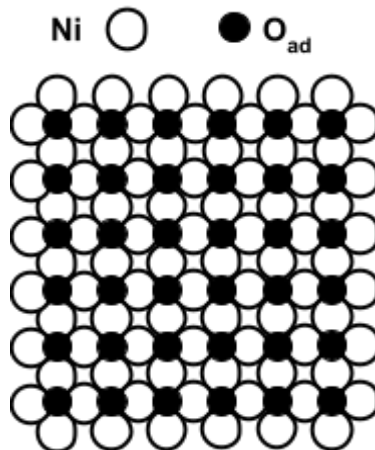

Figure 3.
Dans un stade ultérieur de l'adsorption, une nouvelle structure bidimensionnelle se forme. La figure 3 reproduit les résultats obtenus par la même technique de diffraction et pour le même plan (001).